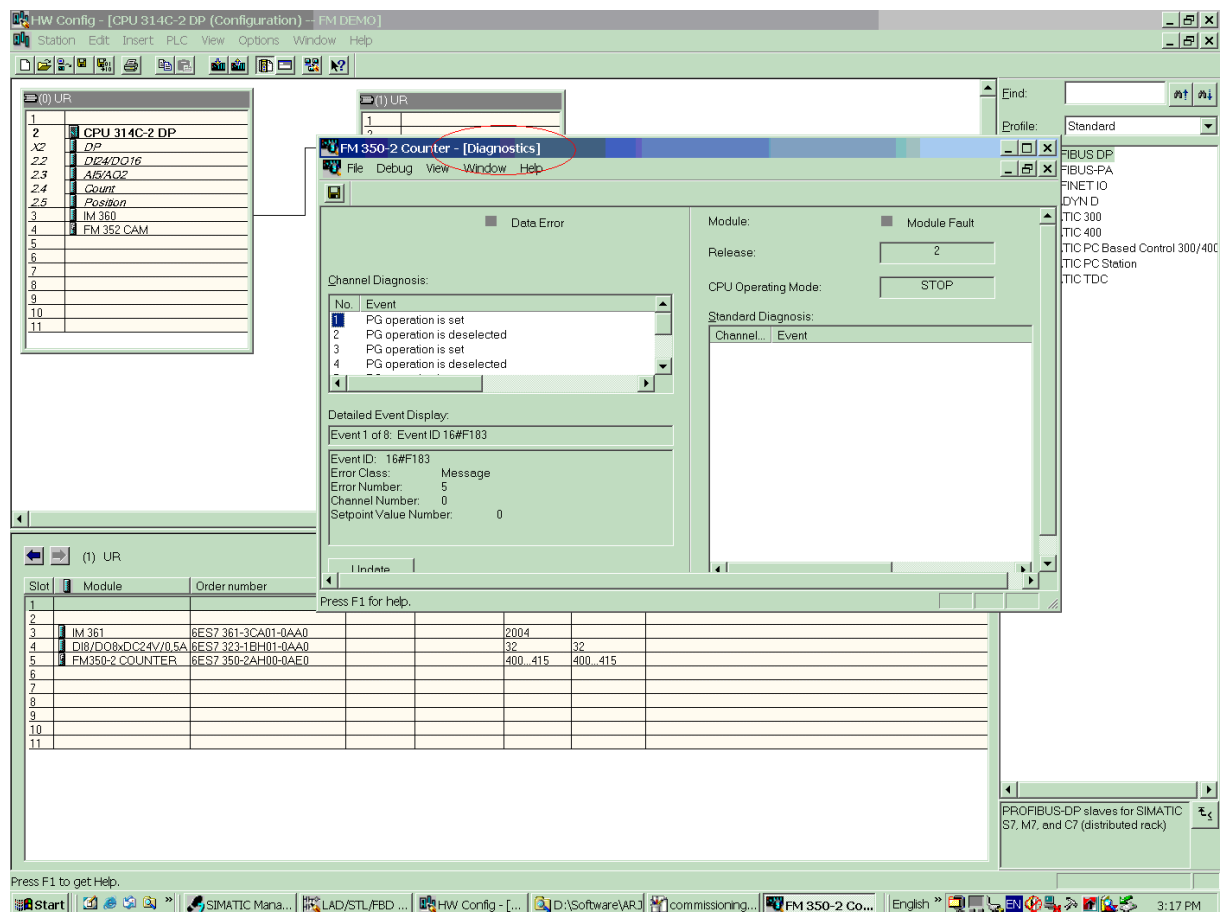

图 8
- 在 FM350-2 模板的“Assigning Parameters”界面中，打开 Debug>Diagnostics 可以看到模板的诊断信息。如图 8 所示。